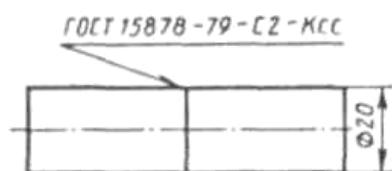

Рис. 42
2. Разработайте процесс сварки стержней (рис. 42) из стали марки Ст3. Производство крупносерийное. Укажите подготовку заготовок под сварку. По площади сечения заготовок выберите тип машины и укажите ее технические данные. По значениям j ($\text{A}/\text{мм}^2$) и p ($\text{мН}/\text{м}^2$) определите ток и усилие осадки. Подсчитайте установочную длину и время сварки изделия. Укажите возможные дефекты и причины их возникновения.